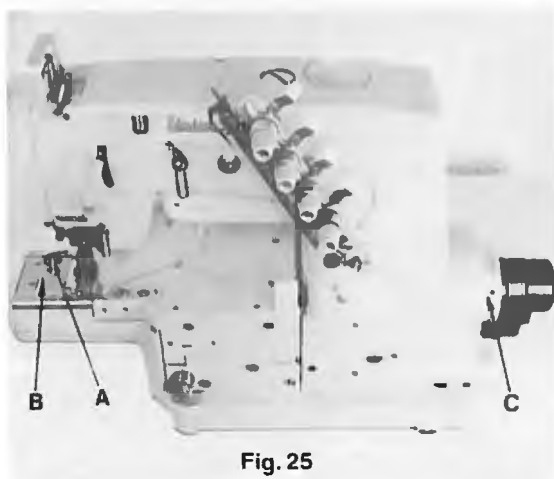
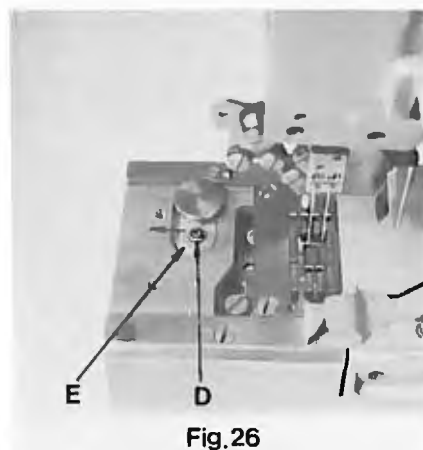

Fig. 25
Fig. 26
The stitch length is changed by pressing push button (A, Fig. 25) and simultaneously rotating handwheel (C). The push button (A) engages within one revolution of the handwheel and the stitch length change starts. Rotating the handwheel clockwise shortens the stitch, rotating it counterclockwise increases the stitch.
Before the machine leaves the factory the stitch length change mechanism is locked. When removing cover (B, Fig. 25) and loosening screw (B, Fig. 26) with the hexagon socket wrench, which is delivered with the machine, lever (E, Fig. 26) can be swung in the direction of the arrow, unlocking the stitch length change mechanism.
Die Stichtlänge wird durch leichtes Drücken auf den Knopf (A, Fig. 25) und gleichzeitiges Drehen des Handrades (C) eingestellt. Nach spätestens einer Umdrehung des Handrades rastet der Knopf (A) ein und die Stichverstellung beginnt. Drehen des Handrades im Uhrzeigersinn verkleinert den Stich, drehen im Gegenuhrzeigersinn vergrößert ihn.
Vor dem Versand der Maschine wird die Stichlängenverstellung blockiert. Entfernt man den Deckel (B, Fig. 25) und löst mit dem mitgelieferten Sechskantschraubendreher die Schraube (D, Fig. 26) kann der Hebel (E, Fig. 26) in Pfeilrichtung nach links geschwenkt werden und die Arretierung der Stichlängenverstellung ist aufgehoben.